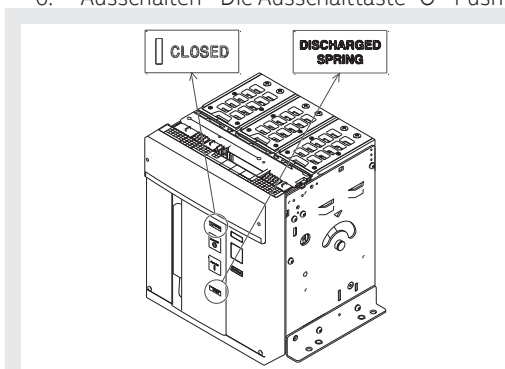

Abbildung 29
5. Sicherstellen, dass der Leistungsschalter eingeschaltet ist (Anzeige aus/ein "I - CLOSED"), und prüfen, dass die Federn entspannt sind (Federnanzeige "weiß - DISCHARGED SPRING") wie angezeigt in Abbildung 29.